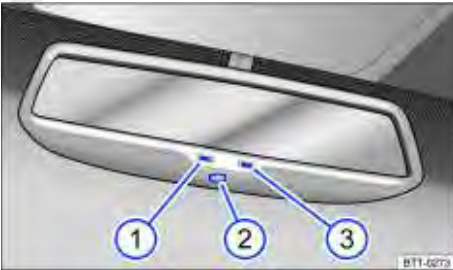

Fig. 74 No para-brisa: espelho retrovisor interno com antiofuscante automático.
Legenda para ⇒ Fig. 74:
- ① Luz de controle.
- ② Interruptor.
- ③ Sensor para reconhecer a incidência de luz por trás.
O antiofuscamento automático pode ser ligado e desligado com o interruptor no espelho retrovisor interno ⇒ Fig. 74 ②. Com o antiofuscamento automático ligado, a luz de controle ⇒ Fig. 74 ① se acende.
- Um sensor no lado que indica para o interior do veículo, que mede a incidência de luz por *trás* ⇒ Fig. 74 ③.